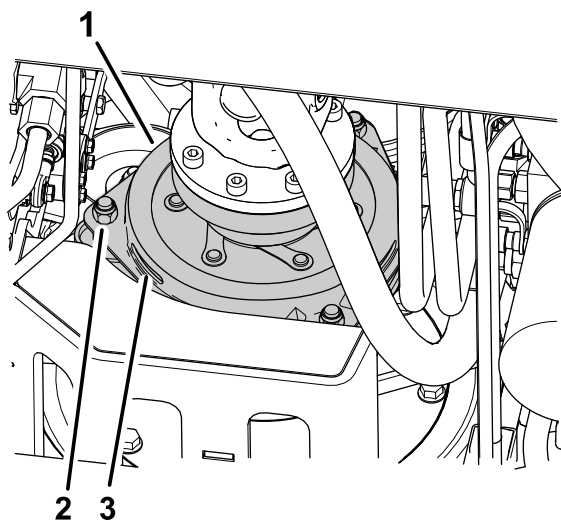

Figura 75
3. Ajuste la holgura hasta que pueda deslizarse una galga de 0,3 mm entre la guarnición del embrague y la placa de fricción con una ligera presión (Figura 75).
Nota: La holgura puede reducirse girando las tuercas de ajuste en sentido horario (Figura 75). La holgura máxima es de 0,6 mm. Ajuste las 3 holguras a 0,4 mm.